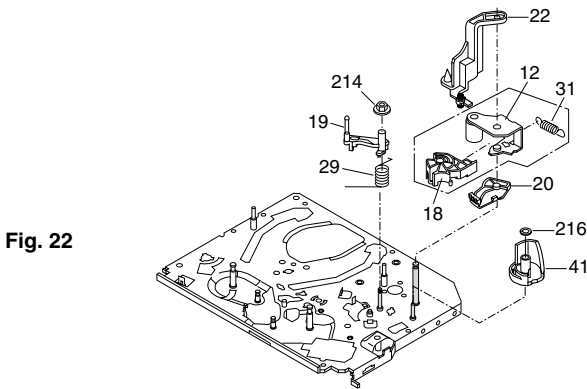

Fig. 22
- Reversehebelantrieb (Pos. 20, Fig. 22) einsetzen.
- Andruckrollen-Kurvenrad (Pos. 41) mit Sicherungsring (Pos. 216, Fig. 22) sichern.